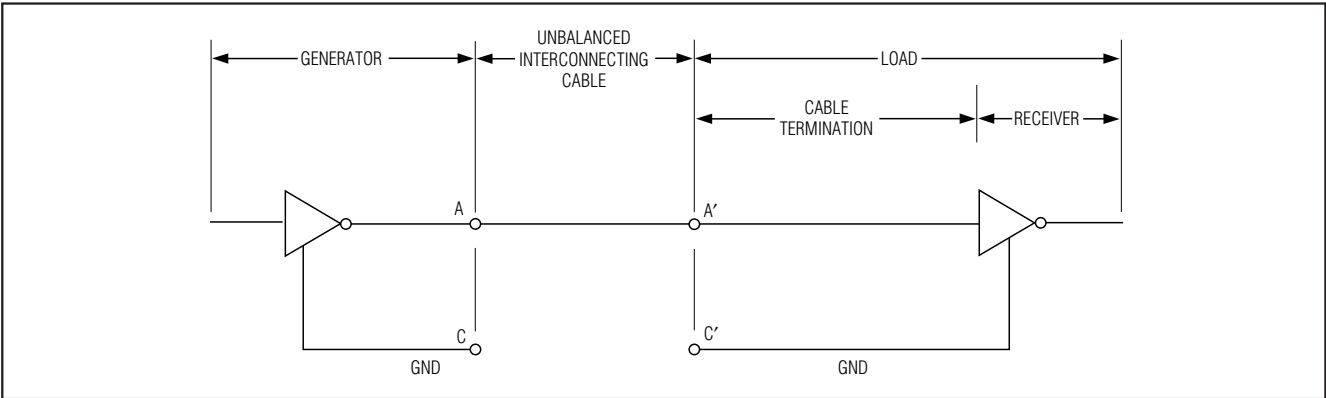

图 17. 典型 V.28 接口
V.28 接口为非平衡单端接口 (图 17)。V.28 发送器在 A' 与 C' 之间的 $3\text{k}\Omega$ 负载阻抗上产生最小 $\pm 5\text{V}$ 的电压。V.28 接收器为单端输入。为抑制系统噪声，MXL1543B 的 V.28 接收器具有 0.05V 典型滞回。